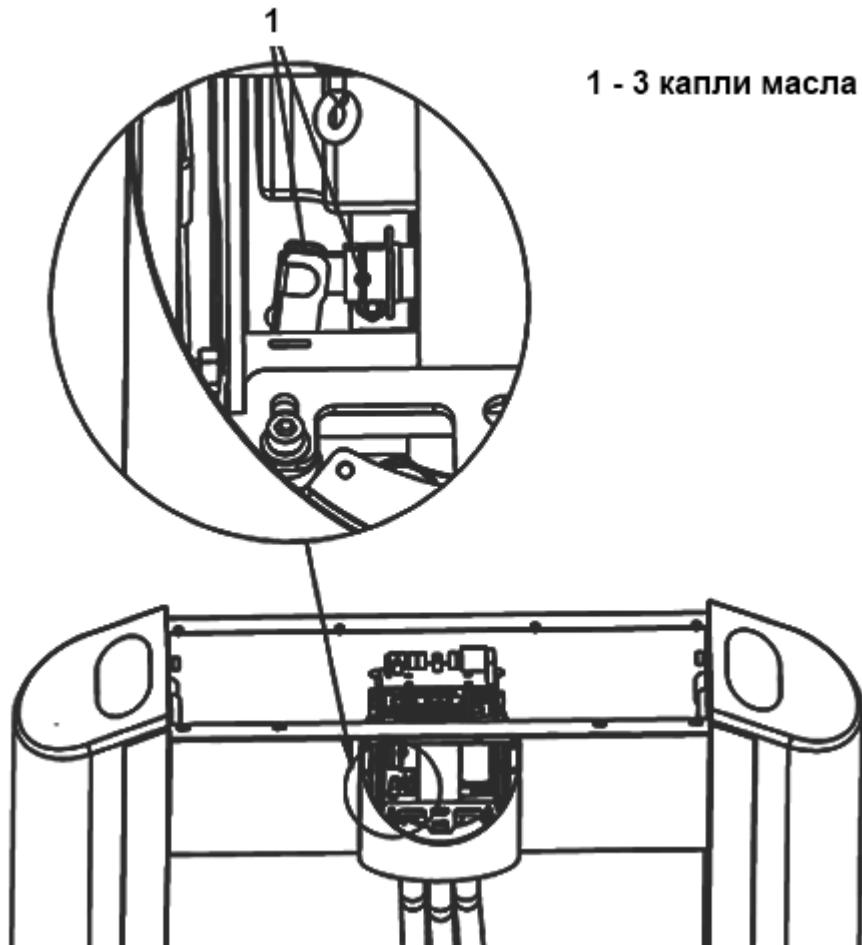

Рисунок 20 – Серьга между блоком стопора и соленоидом
3.7.3 Рисунок 20 – смазать серьгу между блоком стопора и соленоидом.